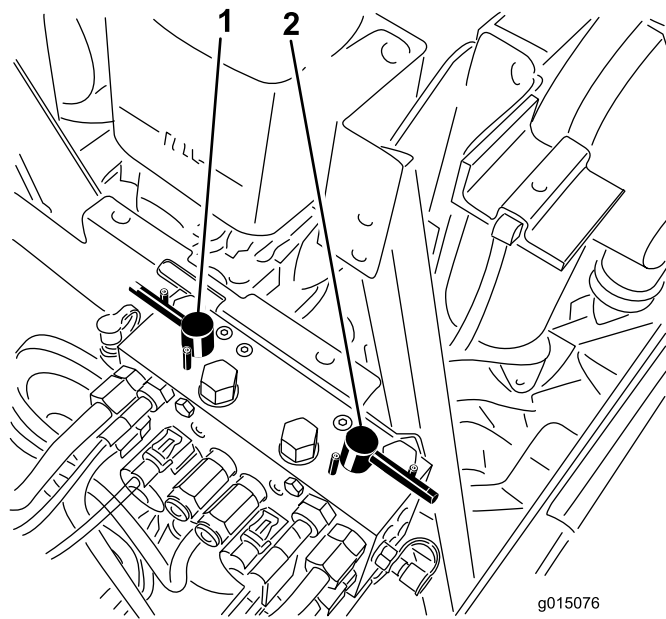

図 83
4. バックラップレバーで、前のカッティングユニット又は後ろのカッティングユニット、あるいは両方を選択する **図 83**。